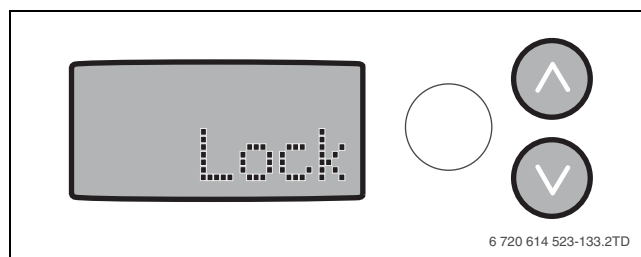

Bild 40 Display - Lock
- Im Display erscheint 5 Sekunden lang das Wort „Lock“ (→ Bild 40). Das Infomenü bleibt lesbar.